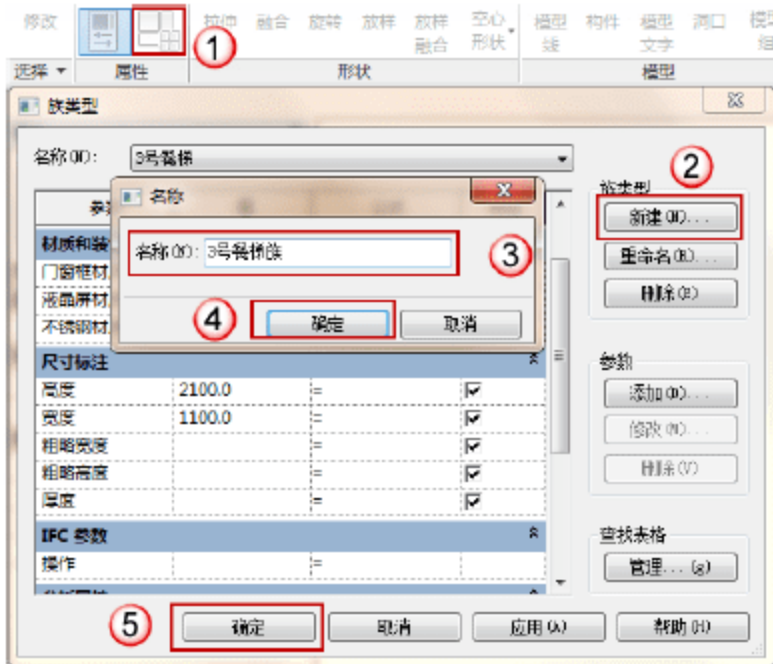

图 8.4.40 新建 3 号餐梯族类型
(1) 打开“2 号客货两用电梯族”。因为 3 号餐梯和 2 号客货两用电梯是一样的，只是平衡块的位置不一样。因此只需对“2 号客货两用电梯族”进行修改，即可建成“3 号餐梯族”。双击打开“2 号客货两用电梯族”。
(2) 新建 3 号餐梯族类型。选择“创建”→“族类型”命令，在弹出的“族类型”对话框中单击“新建”按钮，在弹出的“名称”对话框中修改名称为“3 号餐梯族”，单击“确定”按钮返回“族类型”对话框，单击“确定”按钮，返回“参照标高”平面视图，如图 8.4.40 所示。